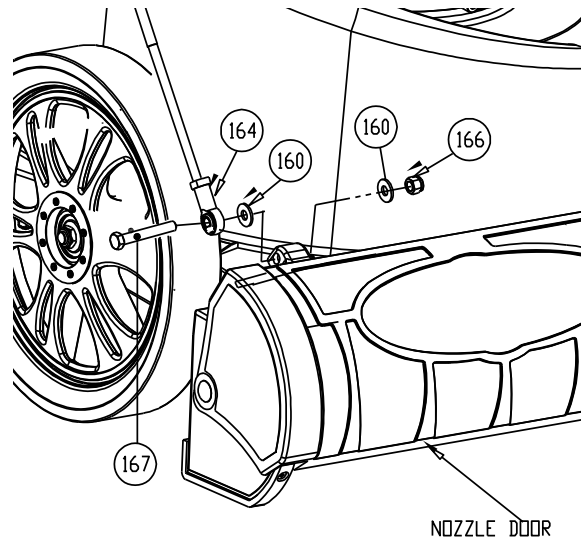

Fig. 4
5. Fastgør enden af stangen (element 164) til stangen på dyseåbningen. Stram kontramøtrikken for at fiksere stangen. (Se fig. 4 på næste side)
8. Fastgør stangen på dyseåbningen til håndtaget. Dette gøres med dyseåbningen lukket og håndtaget sat på indstillingen "slangesæt". *BEMÆRK:* Kontroller at dyseåbningen kan lukkes og åbnes helt op (se side 15). Stram eller løs enden af stangen (element 164) for justeringer. (Se fig. 4 og 5 på næste side)